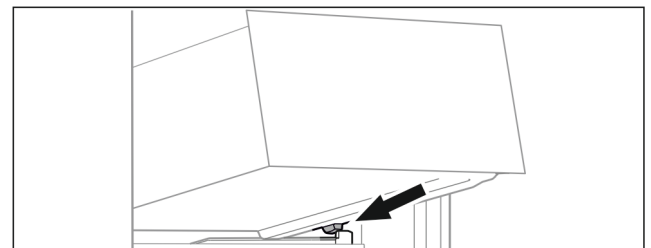

Fig. 61
- ▶ Schubfach schräg hinter den Stoppern auf Behälterrippe aufsetzen. (siehe Fig. 61)